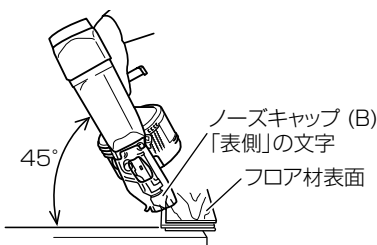

図 17
本機は、フロア材に対して水平方向 (図 17) にフロア (床張り) 打ち作業ができるようになっています。
フロア釘を打つときは本体を 45° の角度にして、前ページの図 17 のようにフロア（床張り）材に押しつけて使用します。
フロア材に対して水平方向（図 17）で使用してください。直角方向（図 20）で使用すると、仕上がりが悪いことがあります。また、ノーズキャップ (B) の「表側」の文字がフロア材の表面と一致するように（図 18）使用してください。間違っても取付けて使用すると、仕上がりが悪いことがあります。